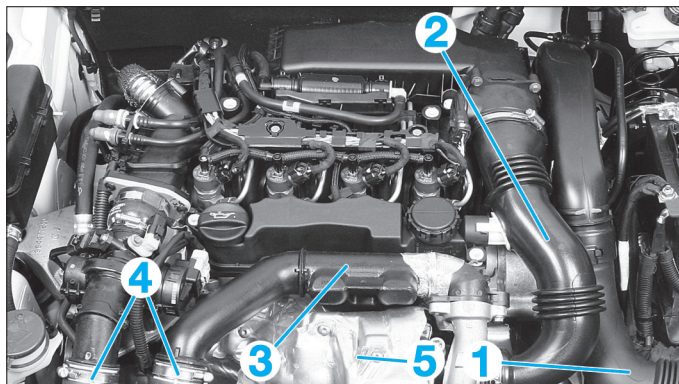

FIG. 64
- les conduits (1), (2) et (3) (Fig.64),
- les conduits (4) d'entrée et de sortie d'échangeur air/air,